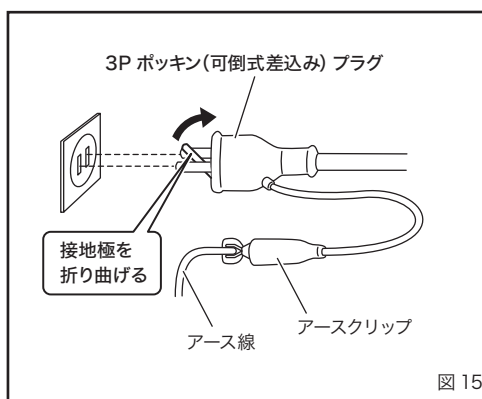

図 15
7. 使用する電源について (図 15)
- ・ アースは、接地極のある電源コンセントに 3P ポッキンプラグ (接地極付プラグ) を差し込んで行ってください。接地極のない電源コンセントに接続するときは、接地極を折り曲げて電源コンセントに差し込み、アースクリップを使用してください。(図 15)